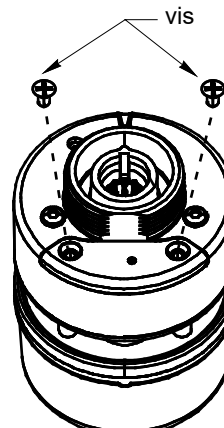

Figure 1 : Retrait des vis
2. Sur l'instrument WeatherStation, retirez les deux vis du capteur d'humidité ou du cache* (voir Figure 1).